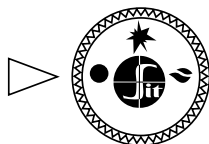

Рис. 9
(рис. 9). Пилотная и основные горелки погашены (подача газа к ним заблокирована).
- 7.5. **Выключение аппарата** производится путем поворота ручки в положение «**точка**» (рис. 9). При этом пилотная и основные горелки (если горят) погаснут.